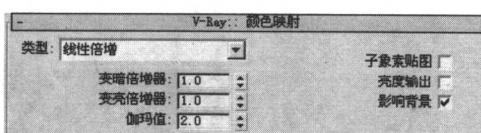

图1-14 设置“伽玛值”参数
**15** 打开“V-Ray::颜色映射”卷展栏，在“伽玛值”参数栏中键入2，如图1-14所示。